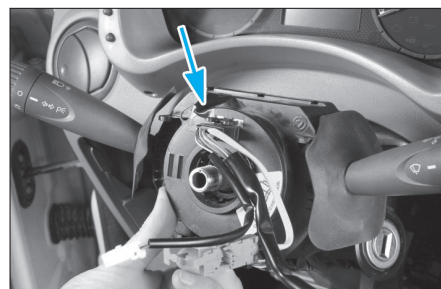

FIG. 9
• Apposer du ruban adhésif comme illustré (Fig.9) sur la platine tournante du contacteur tournant.